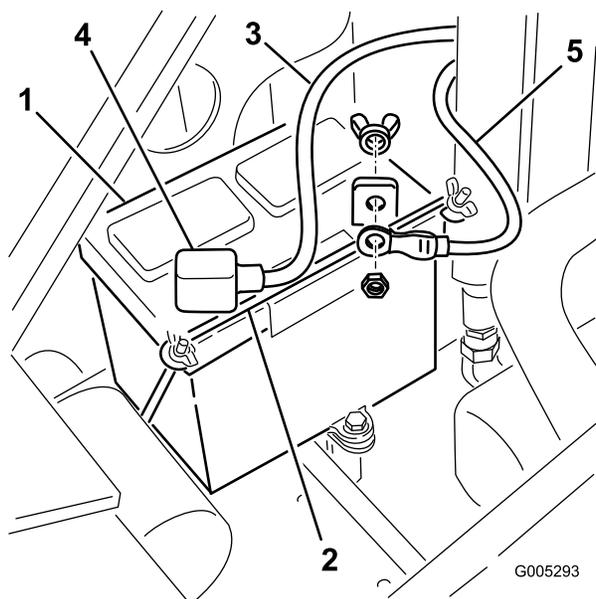

Рисунок 29
- Снимите барашковые гайки и планку крепления батареи (Рисунок 29).
9. Установите батарею в шасси (Рисунок 29).
10. Закрепите батарею в шасси (Рисунок 29).
подсоедините положительный (красный) кабель к положительному (+) штырю батареи (Рисунок 29). Наденьте на штырь батареи резиновую крышку.
12. Используя болт и барашковую гайку, входящие в комплект аккумуляторной батареи, подсоедините отрицательный (черный) кабель к отрицательному (-) штырю батареи (Рисунок 29).